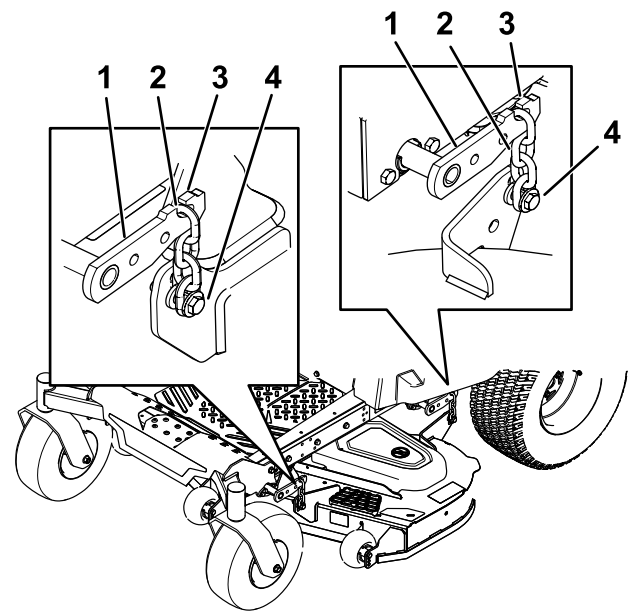

Figure 77
8. Détachez les chaînes des crochets sur les bras de levage du plateau (Figure 77).
6. Soulevez l'arrière du plateau de coupe et accrochez les chaînes aux bras de levage arrière (Figure 77).
7. Accrochez les chaînes avant aux bras de levage avant (Figure 77).